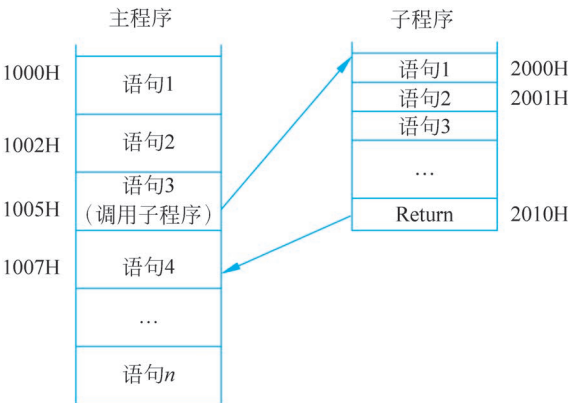

图 3.6 子程序调用
① CY: 进位/借位标志位: 反映了当前运算中的最高位是否有进位/借位情况。加法为进位,减法为借位。如果最高位有进位/借位,则  $CY=1$ (真); 无进位/借位,则  $CY=0$ 。
② AC: 辅助进位标志: 进行加法或减法操作时,当发生低 4 位向高 4 位的进位或借位时,  $AC=1$ ; 如果低 4 位没有向高 4 位进位或借位,则  $AC=0$ 。在进行十进制调整指令时,将借助 AC 状态进行判断。
③ F0 用户标志位,该位为用户定义的状态标记。
④ RS1 和 RS0：寄存器区选择控制位，由设置这两位为 0 或 1 来选择当前工作寄存器区。
⑤ OV：溢出标志位：在带符号的加减运算中，OV=1 表示加减运算结果超出了累加器 A 所能表示的符号数有效范围(−128~+127)，即运算结果溢出；反之，OV=0 表示运算正确，即无溢出产生；
⑥ P：奇偶标志位：累加器 A 中 1 的个数的奇偶性，若累加器中 1 的个数为奇数，则 P=1，否则 P=0。
(4) 数据指针寄存器(Data Point Register, DPTR)：数据指针 DPTR 是一个 16 位的特殊功能寄存器，其高 8 位用 DPH 表示，其低 8 位用 DPL 表示。它既可以作为一个 16 位的寄存器使用，也可作为两个 8 位的寄存器 DPH 和 DPL 使用。DPTR 在访问外部数据存储器时可用来存放 16 位地址，作地址指针使用，例如，MOVX @DPTR, A。
(5) 堆栈指针(Stack Pointer, SP)寄存器：堆栈是一块存储区域，它是用来临时存放调用子程序或进入中断服务程序时主程序断点的位置和其他寄存器内容的存储区域。比如，在调用子程序时，主程序会暂时停止执行，直接跳转到子程序入口地址。当子程序执行完毕会再次回到主程序，在主程序中调用子程序的下一条语句继续执行，如图 3.6 所示。
在图 3.6 中，主程序存放在 ROM 存储器的 1000H 处，并按照顺序执行。当执行到 1005H 处的语句调用子程序时，程序会自动跳转到子程序存放在 ROM 存储器中的入口地址 2000H 处执行。直到子程序执行完毕(即执行到 ROM 中存放在 2010H 处的最后一条语句 Return)，程序会自动返回到 1007H，然后继续在主程序中顺序执行。
CPU 是如何在子程序执行完毕后自动返回到主程序中调用子程序的下一条语句的位置处呢？这就是堆栈的作用。在图 3.6 中，当执行到主程序第 3 条语句时，PC=1007H(PC 总是指向下一条需要执行的语句地址)。由于这是一条子程序调用语句，此时 CPU 会将语句 4(调用子程序的下一条语句)的地址 1007H 存放于堆栈，然后将子程序的入口地址 2000H 加载到 PC，从而转向子程序的语句 1 执行。当子程序执行到 2010H 处的最后一条语句，由于该语句是 Return，此时 CPU 将堆栈中存放的 1007H 取出加载到 PC，从而程序转向到主程序 1007H 处的语句 4 执行，即主程序中调用子程序的下一条语句继续执行。